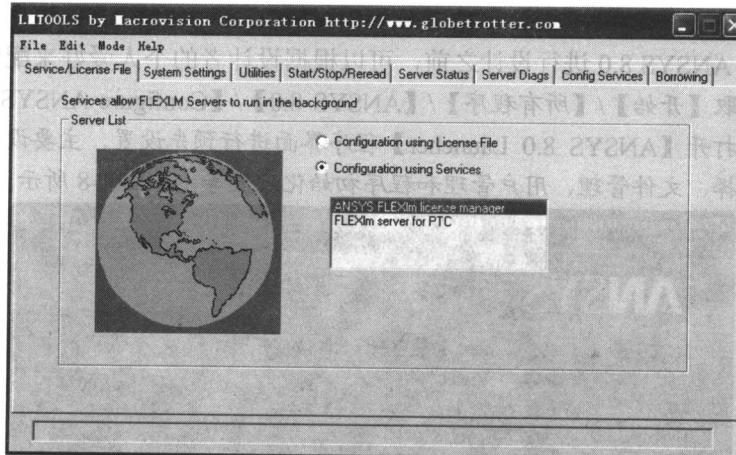

图1-5 【Service/License File】选项卡
- (1) 在【开始】菜单中选取【所有程序】/【ANSYS FLEXlm License Manager】/【FLEXlm LMTOOLS Utility】菜单项，打开【LMTOOLS by Macrovision】对话框。
- (2) 选中【Service/License File】选项卡，选中【Configuration using Services】单选按钮，然后在下方列表框中选中【ANSYS FLEXlm License manager】选项，如图 1-5 所示。